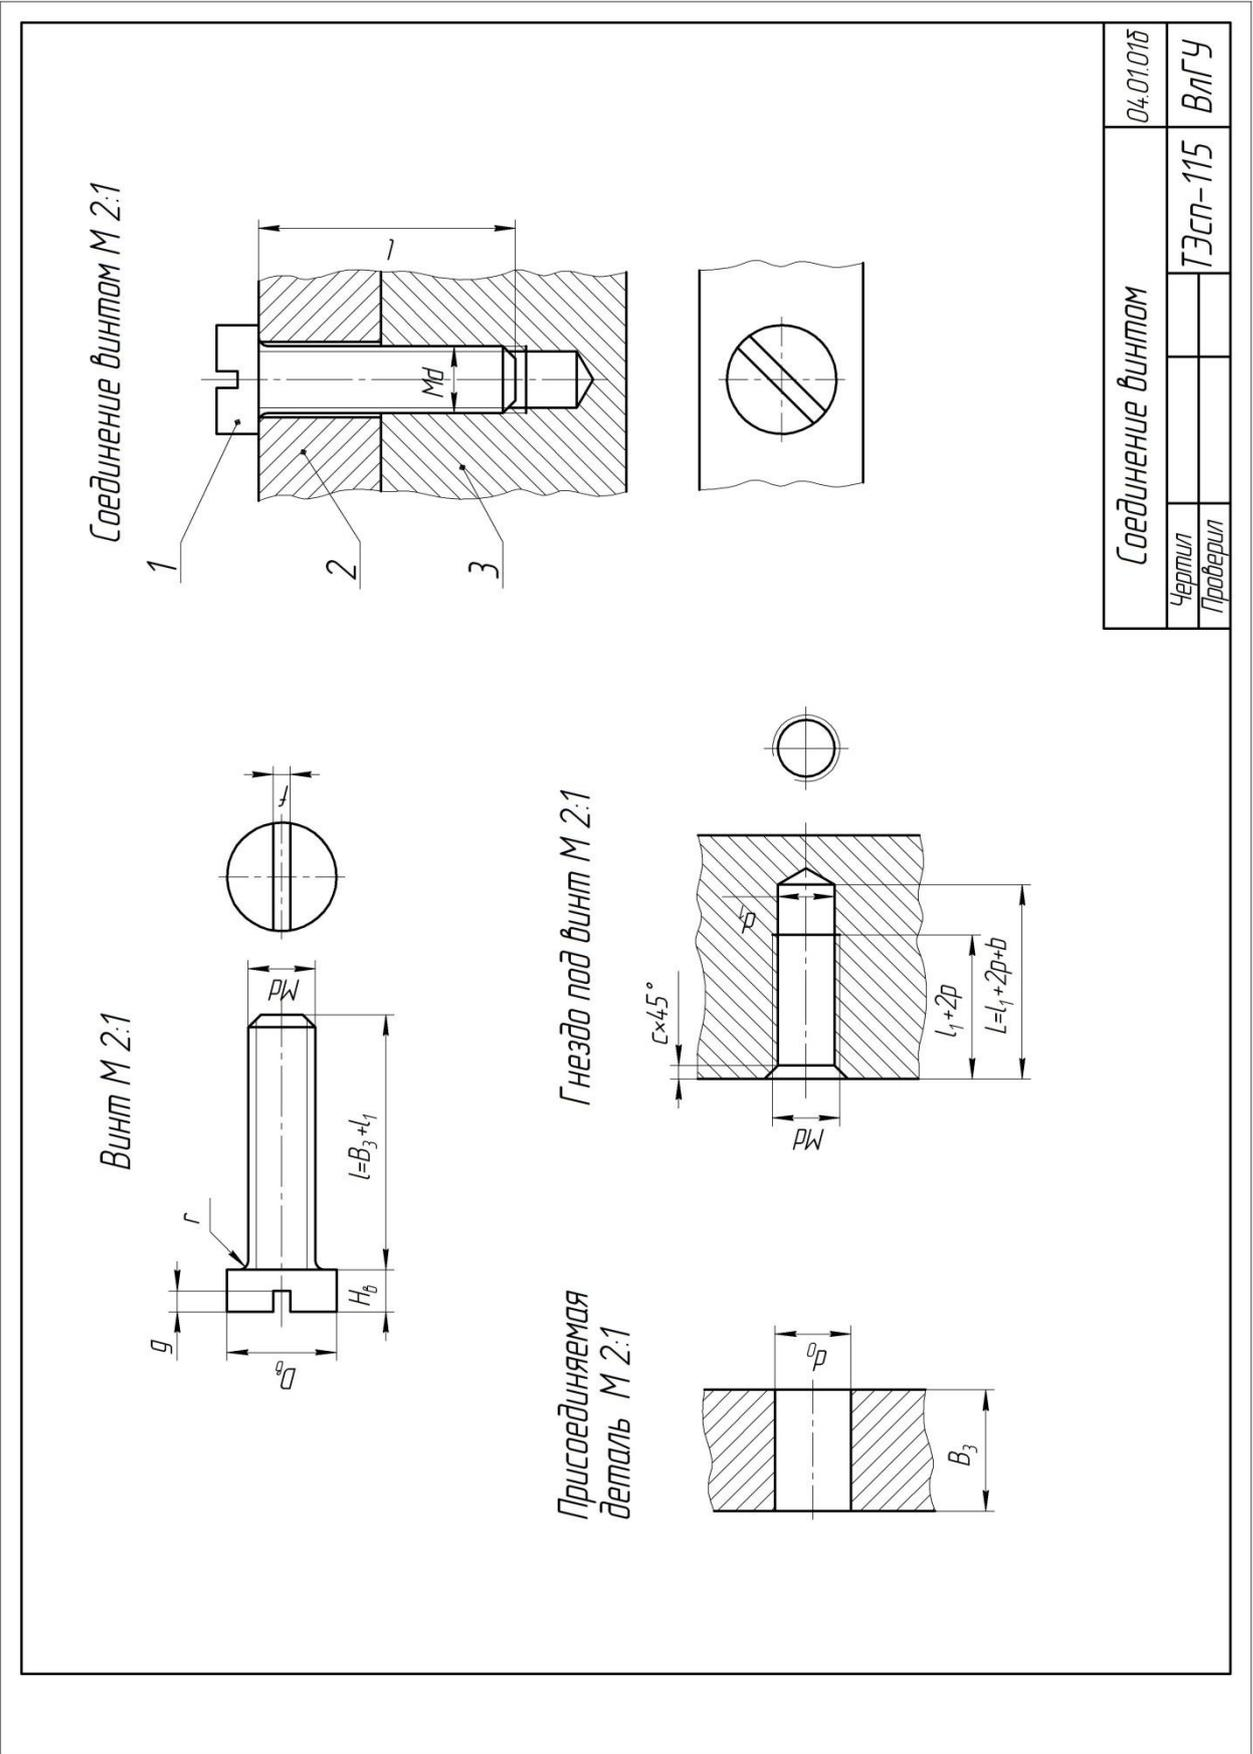

Рисунок 14.
представлен на рис. 14.
2. Рассчитывается длина винта и размеры гнезда под винт (рис. 14). Номинальный диаметр резьбы  $d$  и толщина присоединяемой детали  $B$  берется по индивидуальному варианту из таблицы 2. Длина ввинчиваемой части винта  $l_1$  рассчитывается по заданному материалу детали  $l_1 = d$  (сталь), или  $l_1 = 1,25 d$  (чугун), или  $l_1 = 2d$  (легкий сплав) (табл. 2). Размеры остальных элементов винта и гнезда под винт берутся из соответствующих справочных таблиц.